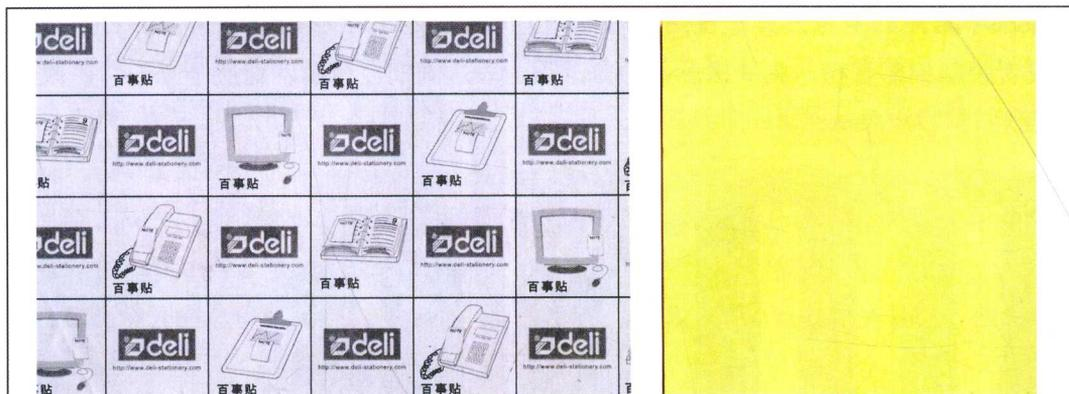

图2.6 告示贴
- (1) 遮挡纸，有告示贴（见图2.6）、低黏度胶带纸等。